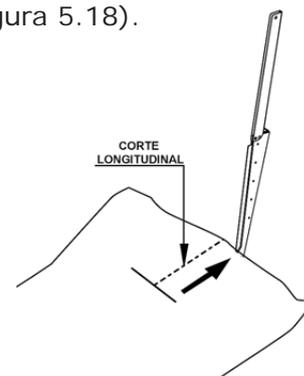

Figura 5.16 – Corte longitudinal
- 7) Observar novamente que as facas de corte continuem abrindo o corte inicial do silo bolsa. Se necessário, efetuar um novo corte, sempre em forma transversal (ver seção 5-g. "ajustes finais sobre a máquina", figura 5.16).